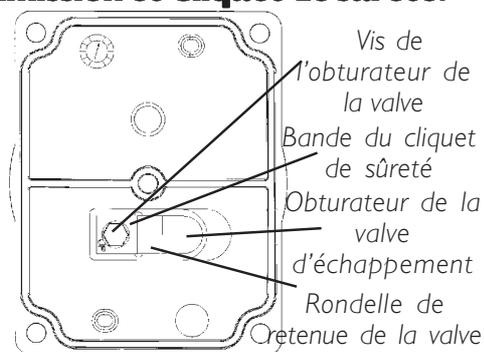

FIGURE 8 - INSTALLATION D'UN OBTURATEUR NEUF DE VALVE D'ÉCHAPPEMENT, DE LA RONDELLE DE RETENUE DE LA VALVE ET DU CLIQUET DE SURETE
REMONTAGE DU COMPRESSEUR - CF. FIGURES 8 - 10
1. Installer l'obturateur NEUF, la rondelle de retenue et la bande du cliquet de sûreté à la surface de la plaque de valve à l'aide de la vis de l'obturateur (FIGURE 8).
- Le manchon étant mis en place et maintenu fermement sur le carter, remplacer la plaque de valve comme à l'origine. C. FIGURE 8.